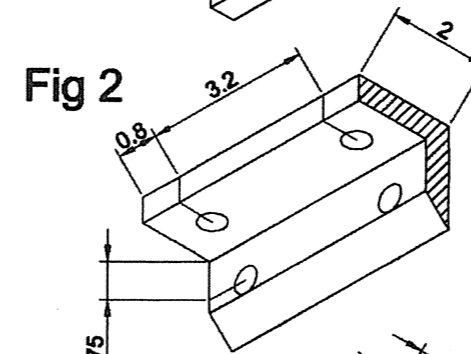

Fig 2
### Montage des attelages. Fig 2
- \* Normalement cette équerre est constituée de 2 plaques de tôle réunies par la cornière de la Fig.2. J'ai trouvé plus simple de figurer cet assemblage en soudant simplement cette dernière au creux de l'équerre.